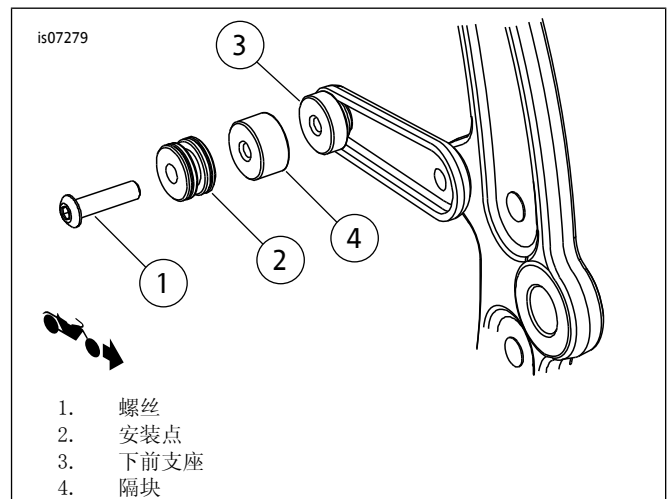

图5. 前下侧对接点(带其它可拆卸式附件)
1. 参见图5。将微型对接点(2)、隔块(4)安装到螺丝(1)上。